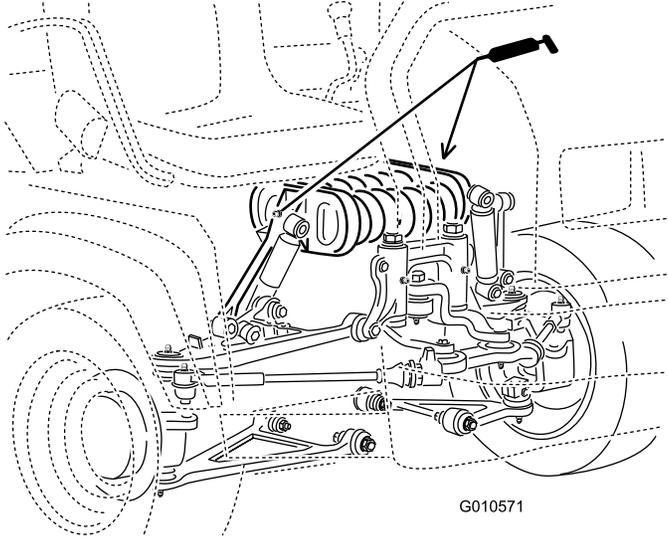

Figure 49
Tourelle de suspension (2) ; voir Figure 49